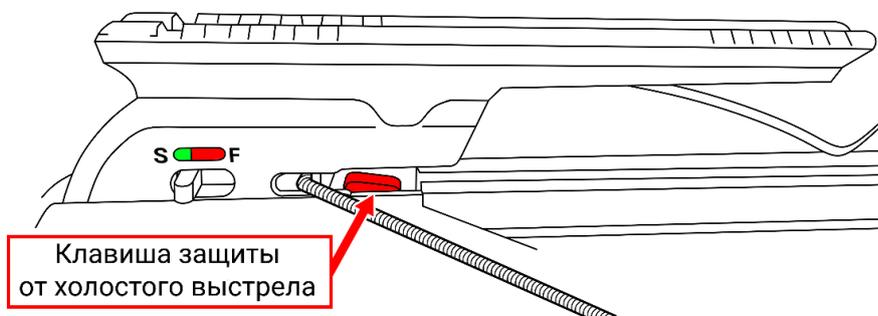

Рис.15
2. Пока предохранитель включен, работает защита от холостого выстрела, которая **не дает снять предохранитель**, пока на направляющей нет стрелы (Рис.15).